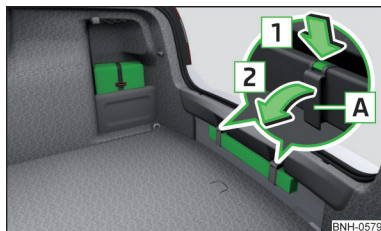

Fig. 154
Trusa de prim-ajutor poate fi fixată cu ajutorul unei benzi elastice în partea dreaptă a portbagajului » fig. 154.
Triunghiul reflectorizant poate fi introdus în degajarea de sub marginea de încărcare și poate fi fixat acolo cu ajutorul unor benzi de fixare » fig. 154.
- Pentru **desprindere**, apăsați elementul de fixare de pe bandă în sensul săgeții **1** și deschideți banda **A** în sensul săgeții **2** » fig. 154.